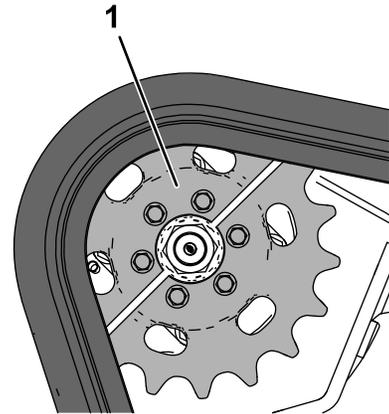

Figura 60
2. Aparque la máquina en una superficie nivelada, asegurándose de que una sola mitad del piñón está engranada con la oruga (Figura 60).